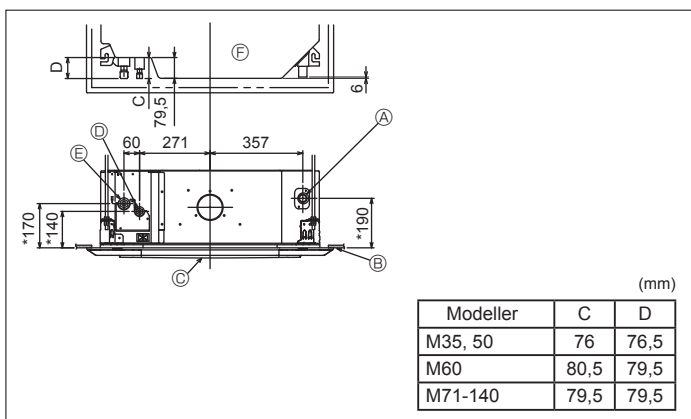

Fig. 3-3
3.3. Placering af kølemiddel- og afløbsrør på indendørs enhed (Fig. 3-3)